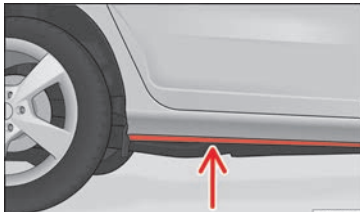

Abb. 180 Wasserdurchfahrten auf Straßen
- Stellen Sie vor einer Wasserdurchfahrt die Wassertiefe fest. Der Wasserstand darf maximal an den Fest des Unterholms reichen »» **Abb. 180**.